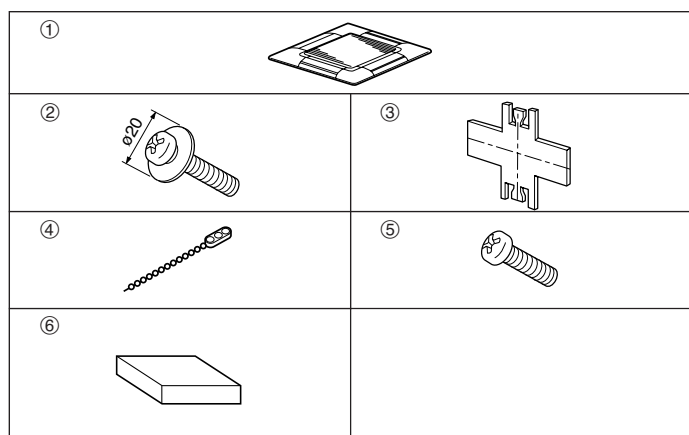

Fig. 9-1
- (A) Unidad principal
- (B) Tornillo con arandela cautiva
9.1. Comprobación de los contenidos (Fig. 9-1)